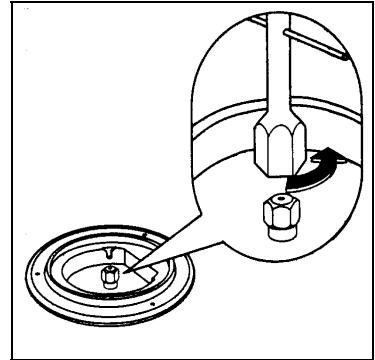

fig. 15
- Se deșurubează ajutorajele (fig.15) cu ajutorul unei chei tubulare de 7 mm și se înlocuiesc cu cele corespunzătoare gazului utilizat și tipului de arzător (conform tabelului de ajutoraje).